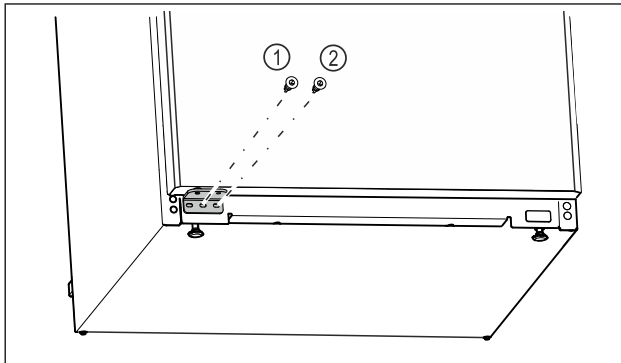

Fig. 22
- ▶ Skru fast den midtre skruen til lagerbukken Fig. 22 (1) med skrutrekkeren Torx 20.
- ▶ Skru fast den innvendige skruen til lagerbukken Fig. 22 (2) med skrutrekkeren Torx 20.